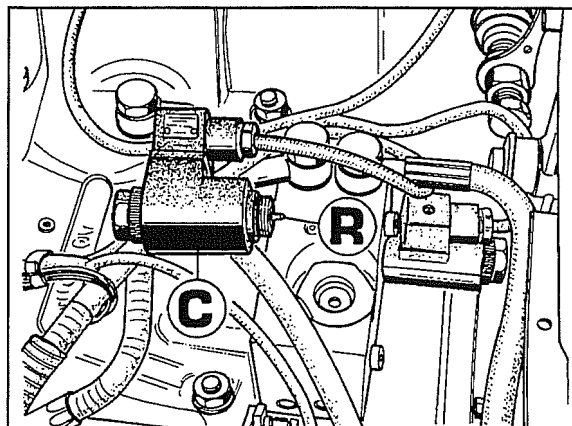

Fig. 15
- a. Rimontare la bobina **C** fig.15 sul solenoide.
- d. Con sollevatore abbassato, azionare l'interruttore del sollevatore in posizione di alzata (tenendo premuto il pulsante di sicurezza) osservando che il puntale del solenoide **R** (fig.15) esegua la sua corsa, se ciò avviene significa che il gruppo è funzionante.